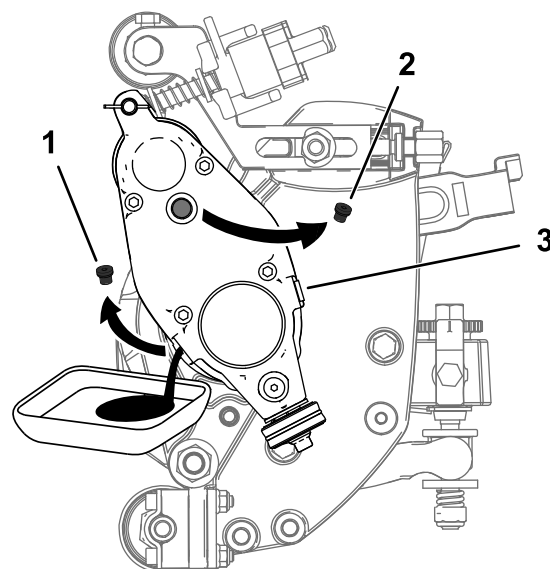

Рисунок 26
5. Наклоните режущий блок, установив его в вертикальное положение так, чтобы сливное отверстие было внизу и можно было обеспечить полный слив (Рисунок 26).